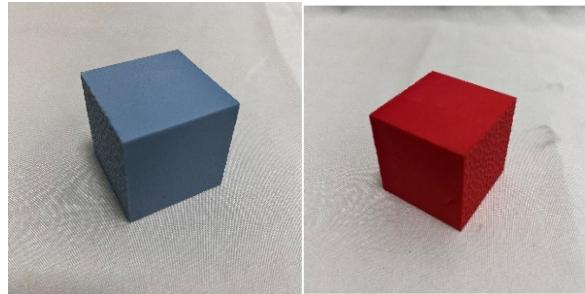

图 5 “搭建材料”模型
**4.3.1** 在某个拼装块上放置有 2 个长宽高均为 50 mm 的蓝色和红色 EVA 正方体，这些正方体代表“搭建材料”；如图 5 所示。